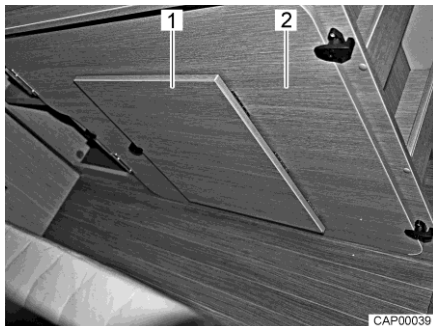

Bild 75 Einlegebrett am rechten Bettkasten
- Zusätzliches Einlegebrett (Bild 75,2) vom rechten Bettkasten im Heck abnehmen.
- Fußstütze (Bild 75,1) am Einlegebrett ausklappen.